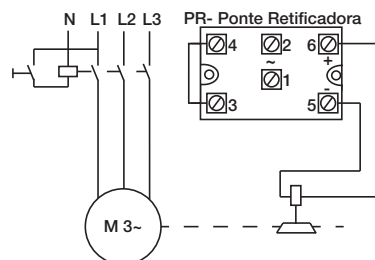

Figura 1 - Esquema de ligação na ponte retificadora para frenagem normal
A) **Frenagem normal:** a alimentação da ponte retificadora da bobina do freio pode ser realizada diretamente a partir dos terminais do motor, sem interrupção, conforme mostrado na Figura 1 e Tabela 1.